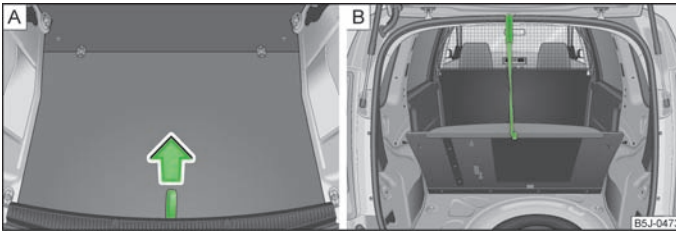

Abb. 156 Schlaufe zur Anhebung des Ladebodens / Befestigung des Ladebodens mit einem Kunststoffhaken
- › Den Ladeboden an der Schlaufe » Abb. 156 - A anheben und mit dem Kunststoffhaken (dieser befindet sich unter der Ladebodenkante) an der Oberkante des Laderaumklappenausschnitts » Abb. 156 - B befestigen.